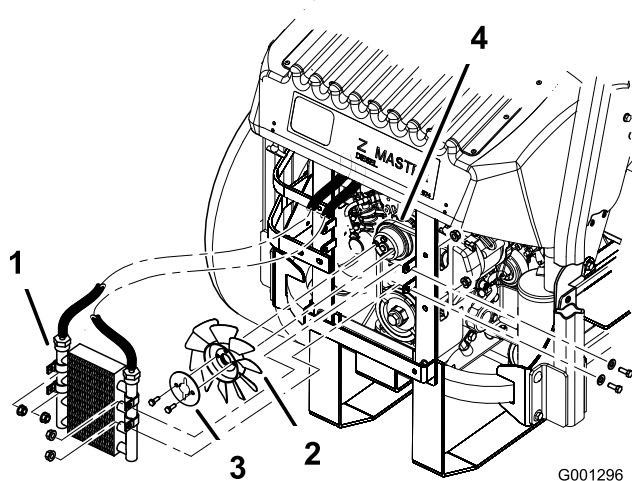

Bild 65
5. Nehmen Sie die vier Schrauben ab, mit denen der Ölkühler befestigt ist. Positionieren Sie den Ölkühler seitlich (Bild 65).
6. Nehmen Sie die zwei Schrauben ab, mit denen der Lüfter und die Lüfterplatte an der Maschine befestigt ist (Bild 65).
10. Montieren Sie den Lüfter und die Lüfterplatte mit den zwei vorher entfernten Schrauben (Bild 65).
11. Montieren Sie den Ölkühler mit den vier vorher entfernten Schrauben (Bild 65).